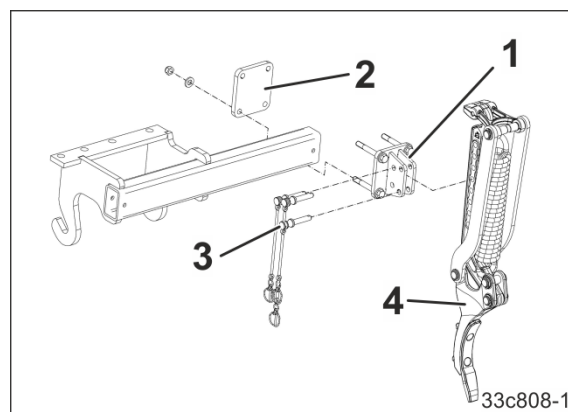

Fig. 80
- 1.1 Înșurubați suportul afânătorului de urmă (Fig. 80/1) cu placa de fixare (Fig. 80/2) la cadrul atașat.
- 1.2 Introduceți afânătorul de câmp (Fig. 80/4) cu bolțul de introducere (Fig. 80/3) complet la partea superioară și asigurați cu un șplint.